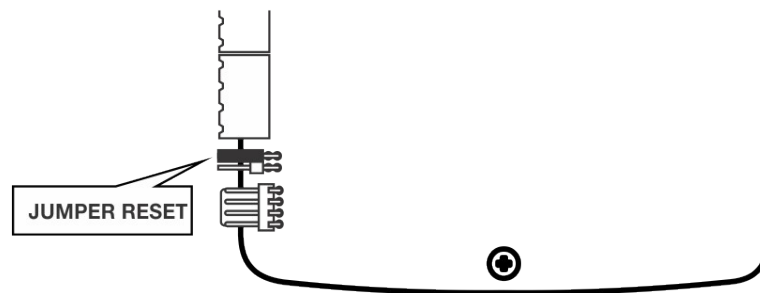
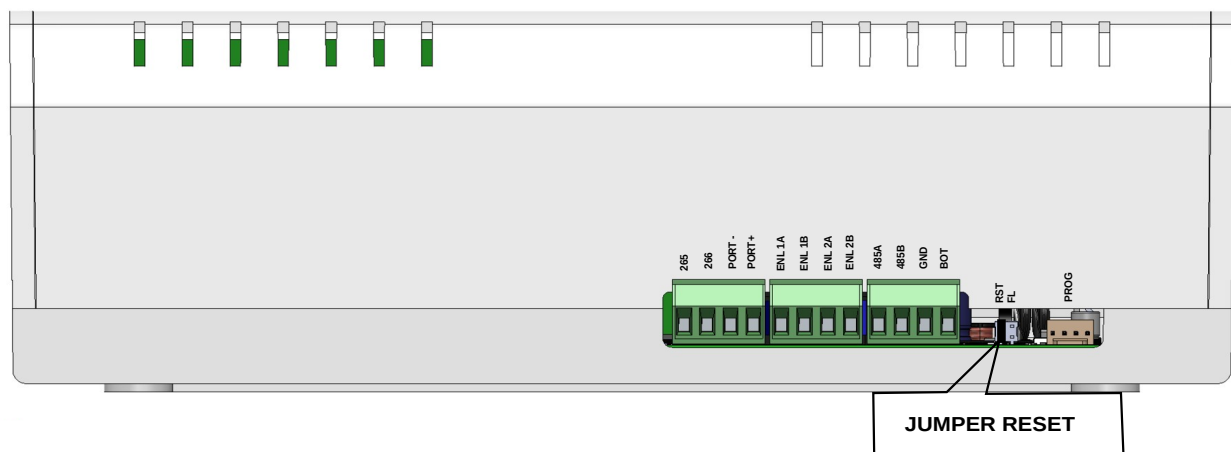

Figura 19: Optymus 16
Figura 20: Optymus 66
1. Feche o jumper RESET localizado conforme Figura 19: Optymus 16 ou Figura 20: Optymus 66 por 6 segundos para restauração parcial ou 20 segundos para restauração total.
2. Feche o jumper RESET localizado conforme Figura 19: Optymus 16 ou Figura 20: Optymus 66 acima.